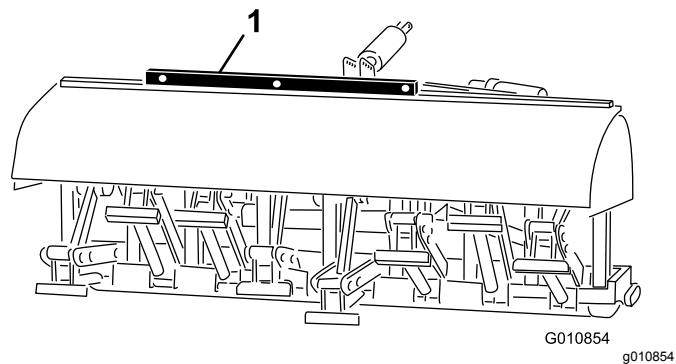

Figura 29
- Coloque a régua de nível na parte superior da estrutura do arejador para verificar o nivelamento lateral (Figura 29).